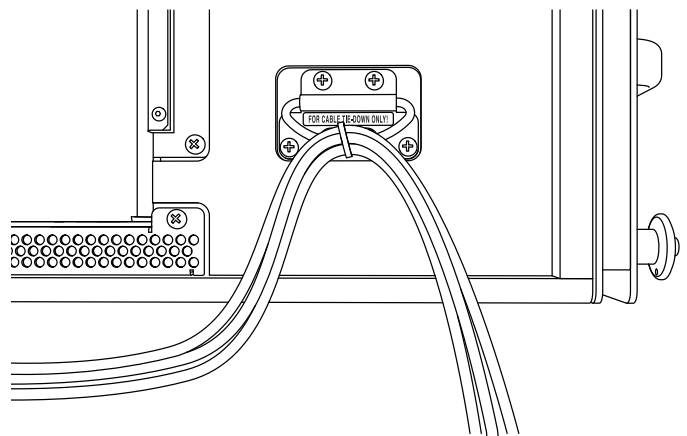

図16. ケーブルリングに結束されたケーブル
- PANTHERキャビネット背面のケーブルリングは、シャーシやケーブルコネクタへの負担を軽減するために使用します(図16参照)。ケーブルリングを他の目的で使用しないでください。
PANTHERキャビネットの背面に、2つのケーブルリングがあります(図16)。電源ケーブルやオーディオケーブルの負担を軽減し、ケーブルやシャーシに取り付けられたコネクタの損傷を防ぐため、これらのリングに結束してください。